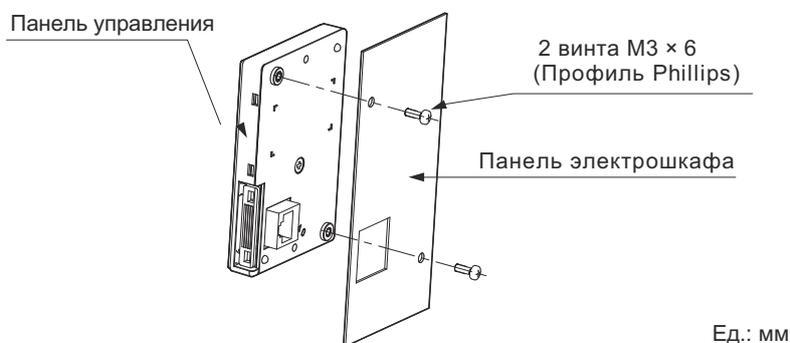

Рисунок 2.6 Наружный/накладной монтаж
2. Расположите цифровую панель управления дисплеем наружу и прикрепите ее к стенке шкафа так, как показано на Рис. 2.6.